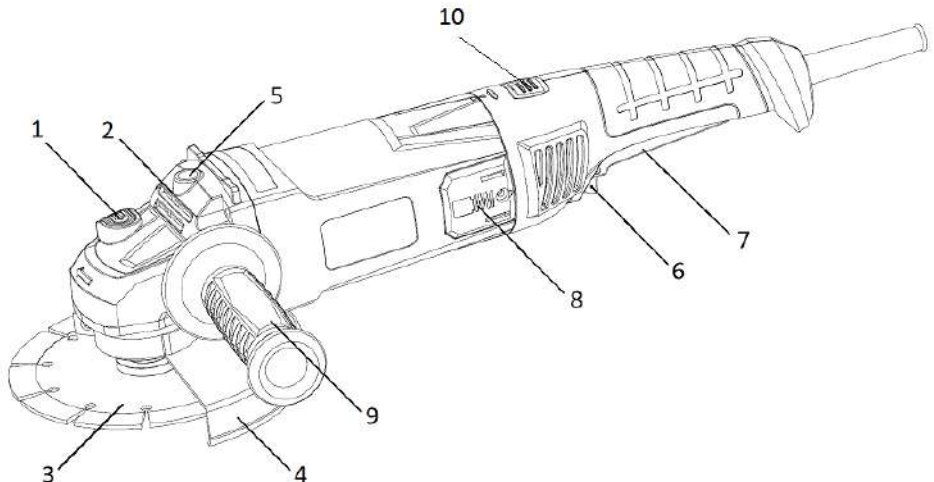

Рисунок 1
Зовнішній вигляд кутової шліфувальної машини електричної **TAG-18/2200** показаний на рис. 1.
2.2.1 Конструкція виробу складається з одноступеневого редуктора з конічними шестернями в металевому корпусі (2), який приєднаний до пластикового несучого корпусу з колекторним двигуном змінного 1-фазного струму, перемикачем (6), поворотної основної рукояті з фіксатором (10), передньої рукоятки (9), мережевим шнуром живлення згідно з рис.1. Вихідний вал редуктора розташований перпендикулярно осі двигуна і є робочим шпинделем для приєднання змінних насадок (абразивних дисків) (3) з фіксацією затискною гайкою, або накрученими на шпindel. На металевому корпусі (2) виконані нарізні монтажні отвори (5) для встановлення передньої рукоятки, та хомутовим з'єднанням закріплені захисний кожух (4) з можливістю фіксованого позиціонування по колу. Для фіксації шпинделя під час зміни дисків (3) в корпусі редуктора (2) передбачений кнопковий фіксатор (1). Електрична частина виробу складається з колекторного однофазного електродвигуна змінного струму, вимикача електроструму, регулятора швидкості, з'єднувальних проводів і мережевого шнура. Захист від ураження електричним струмом користувача у виробу відповідає класу II за ДСТУ EN 61140:2015.